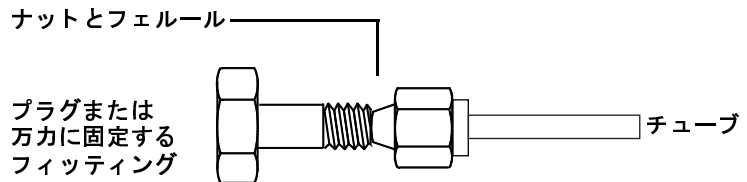

図 31 フィッティングの取り付け
- 3 チューブをステンレス鋼プラグに押し込みます (図 31)。